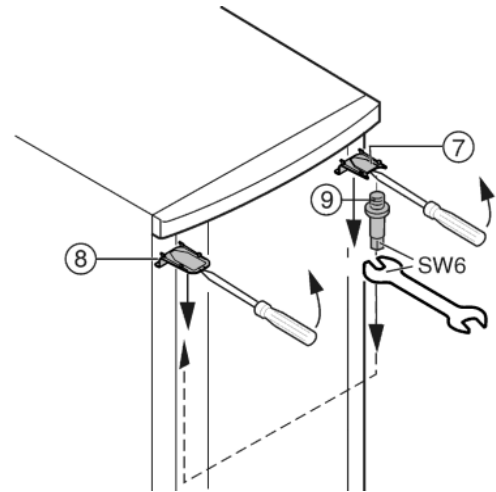

Fig. 6
- ▶ Z ustreznim izvijačem iztaknite zgornji pokrov Fig. 6 (7) in pokrov Fig. 6 (8), ter ju odstranite poševno navzdol.
- ▶ Odvijte ležajni sornik Fig. 6 (9) in ga privijte na nasprotni strani aparata (**s 4 Nm**).
- ▶ Pokrov Fig. 6 (7) montirajte na stran z ležajnim sornikom: namestite ga na zadnji strani in nato zaskočite na sprednji strani.
- ▶ Pokrov Fig. 6 (8) montirajte na nasprotno stran: namestite ga na zadnji strani in nato zaskočite na sprednji strani.
- ▶ Vrata zgoraj obesite na ležajni sornik Fig. 6 (9).